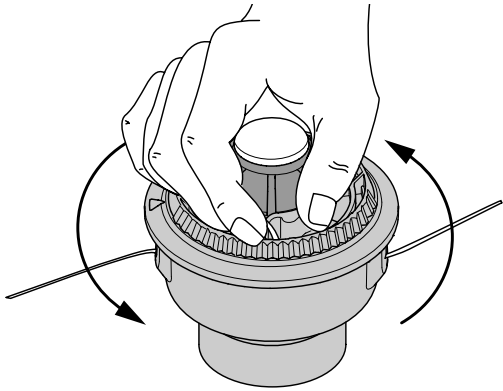

Fig. 20
8. Tenez la bobine extérieure. Rembobinez le moulinet intérieur vers la gauche jusqu'à ce qu'il ne reste plus qu'environ 102 mm (4 po) de fil (Fig. 20).